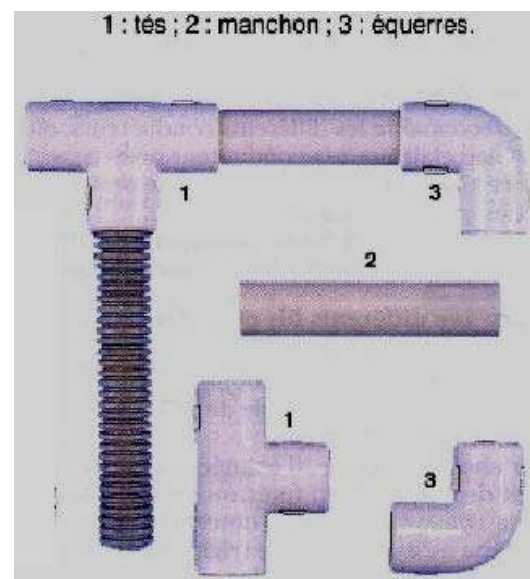

Figure 5.8 - Accessoires des conduits rigides non métalliques
- **Accessoires :** (voir figure 5.8)